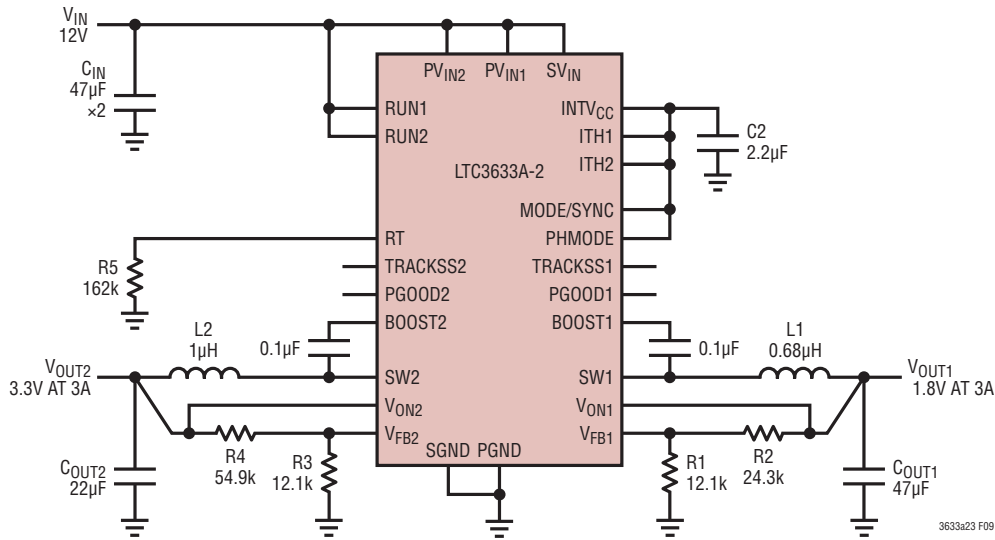

図9. 設計例の回路
- 3) 抵抗分割器(たとえば、図9のR1～R4)は、COUTの(+)電極とSGNDの近くに終端しているグラウンド・ラインとの間に接続する必要があります。帰還信号VFBは、SWラインのようなノイズの多い部品やトレースから離して配線し、帰還信号のトレースはできるだけ短くします。さらに、RT抵抗とループ補償部品はSGNDに終端します。
最終的な回路を図9に示します。